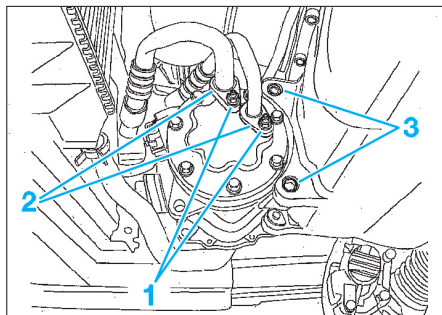

Fig. 13
- Déposer les écrous (1) et écarter les brides (2) (Fig.13).